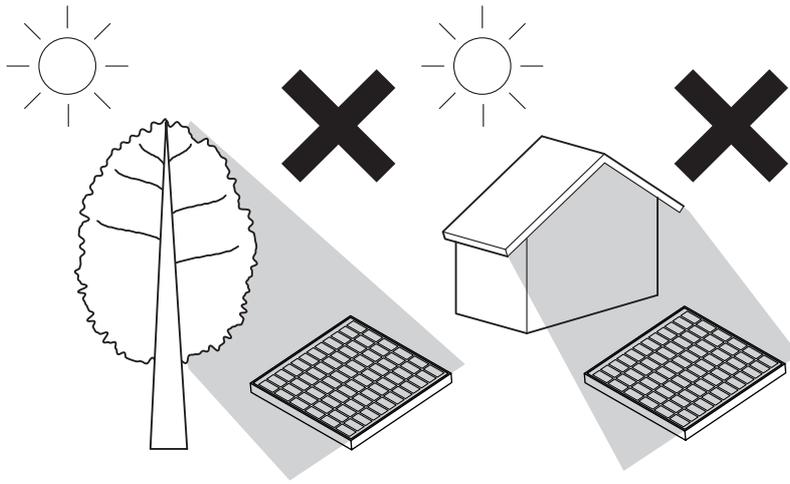
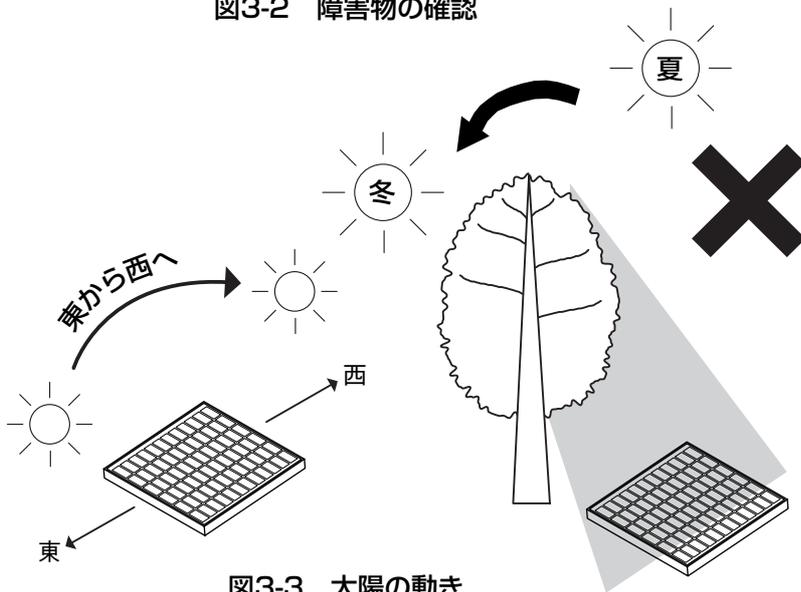

図3-2 障害物の確認
図3-3 太陽の動き
- ソーラーパネルと太陽の間に四季を通して太陽光をさえぎる樹木・建物などの障害物がないことを確認してください。(図3-2参照)特に冬場に施工する場合は、夏場に樹木の葉の影響を受けないことを確認してください。(図3-3参照)